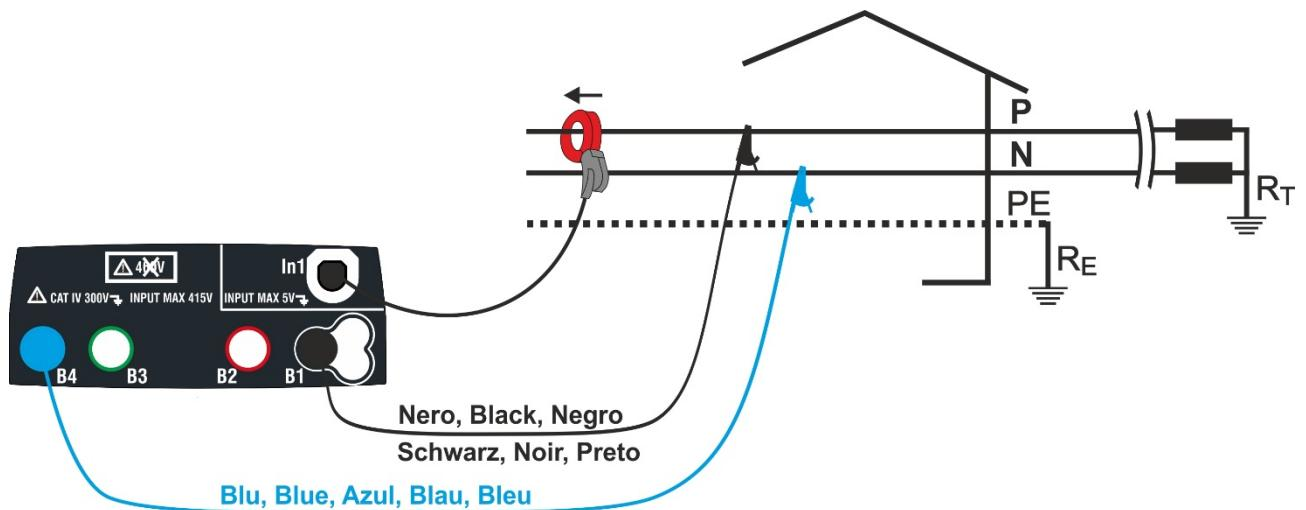

Fig. 36: Conexão para medição em planta Monofásica
4. Insira os conectores azul e preto dos cabos individuais nos respectivos terminais de entrada do instrumento B4, B1. Insira o correspondente crocodilo ou punção no final dos cabos. Conecte os crocodilos, ponteiros às fases P e N de acordo com a Fig. 36 para medir a tensão em sistemas monofásicos ou nas fases L1 e L2 de acordo com a Fig. 37 para medir a tensão em sistemas trifase equilibrados. Conecte o grampo externo à entrada **In1** do instrumento e ao condutor de fase para sistemas monofásicos ou estágio L3 para sistemas trifásicos balanceados. A flecha no grampo deve seguir a direção em que a corrente flui, normalmente do gerador para a carga, como mostrado nas Fig. 36 e Fig. 37